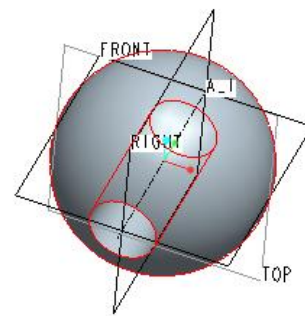

図 6-10 フィーチャー確定画面
- 「フィーチャーを終了」を実行すると、図 6-10 に示すフィーチャーが作成される。